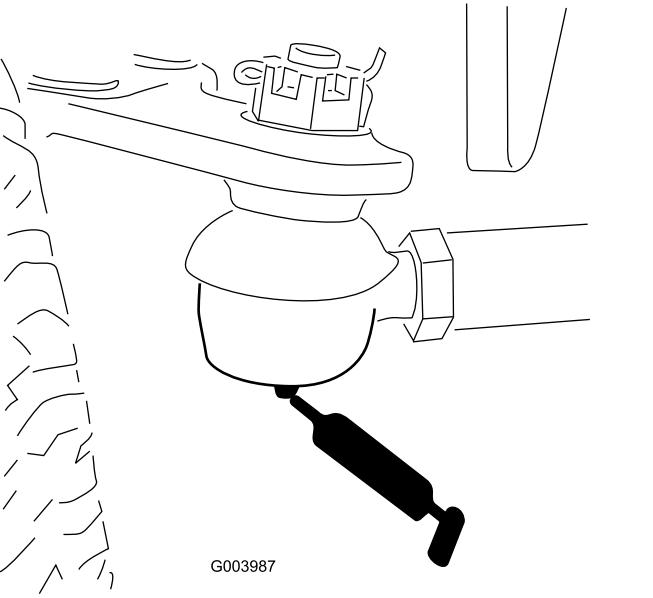

Figura 31
- Tirante del eje trasero (2)—Figura 31